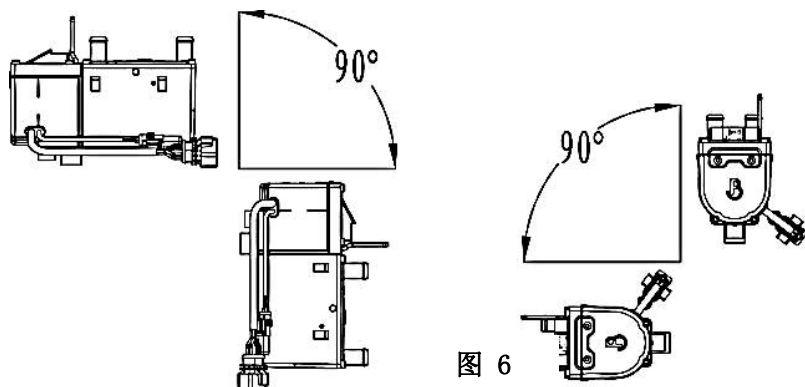

图 6
3.2.3 主机的安装方向应以利于水管中空气的排放。根据安装环境允许向指定方向倾斜，但偏离“正常安装位置”不能超过 90° 。如图 6。正常安装位置为水平且排气口朝下。